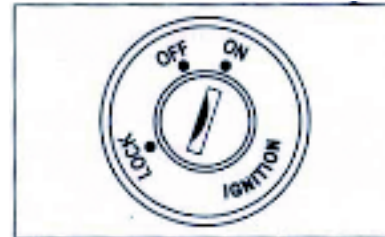

Fig. 15
**Sbloccare il manubrio:** Inserire la chiave nell'interruttore di avviamento e girarla in senso orario per sbloccare il manubrio. Per accendere lo scooter girare ulteriormente la chiave d'accensione sempre in senso orario sulla posizione "ON" (Fig. 15).